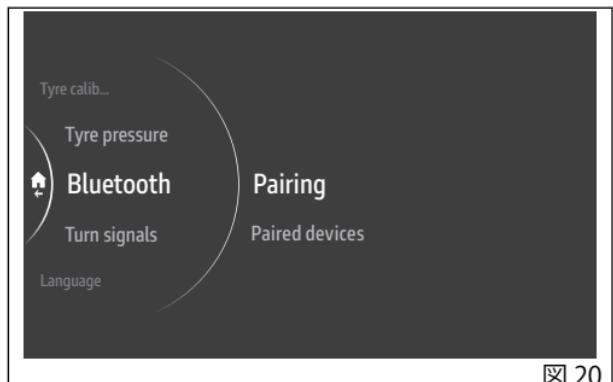

図 20
- ・「Pairing(ペアリング)」を選択し、「ENTER」を押します(図20)。
- 「Paired devices(ペアリング済みデバイス)」を選択し、「ENTER」を押します(図20)。